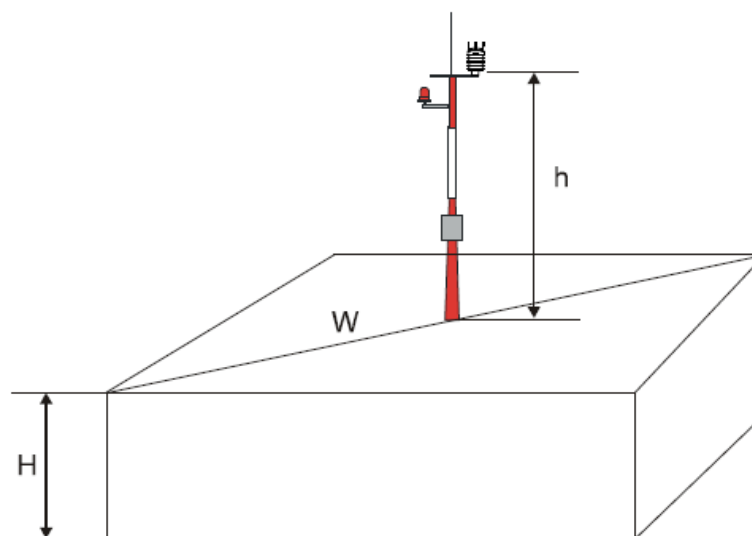

Рис. 11 Рекомендуемая высота мачты на крыше здания
Минимальная рекомендованная высота мачты (отмечена буквой h на Рис. 11 на стр. 33) для установке на крыше здания составляет 1.5 высоты здания (H). Когда диагональ (W) меньше чем высота (H), минимальная высота мачты 1.5 W .